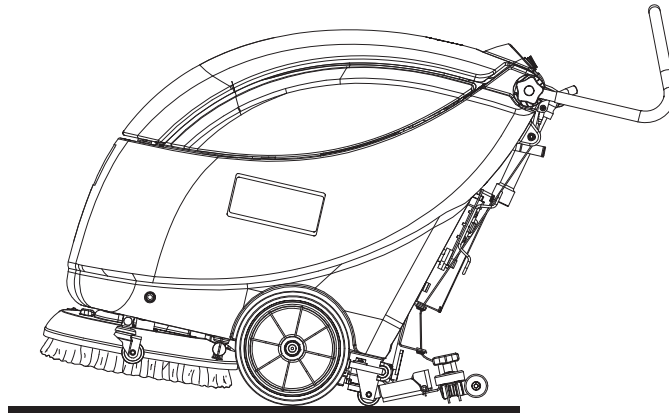

Figure 4
2. Soulever l'embouchure au moyen du levier (19).
3. Saisir le guidon (2) et le baisser légèrement jusqu'à ce que la roue arrière (7) touche le sol (Fig. 4). Tout en gardant la machine dans cette condition, la pousser dans le lieu de transport/stationnement.
4. Le travail effectué, afin de ne pas entraîner la brosse / disque sur le sol et de ne pas laisser des traces mouillées, déposer la brosse / disque de la tête à l'aide du dispositif de décrochage (pour la procédure, voir le paragraphe Après l'utilisation de la machine), et puis l'appuyer sur le support (30).